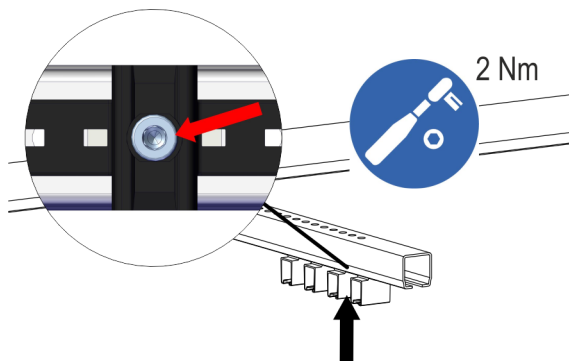

Abb. 66: Kompaktschienenhalter anziehen
- Kompaktschienenhalter mit dem vorgeschriebenen Drehmoment (SW 6, Drehmomentschlüssel **2 Nm**) anziehen (siehe Abb. 66).